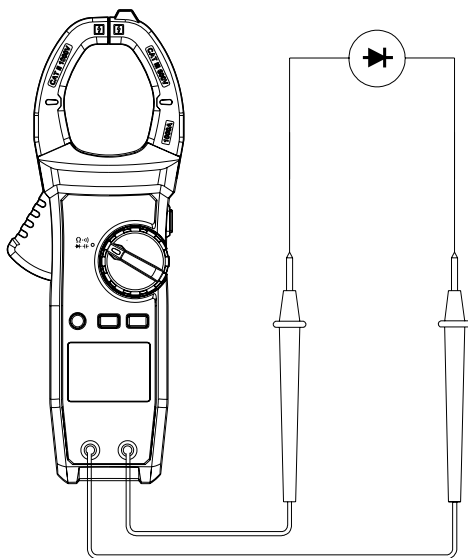

Рис.9 Проверка диода
- 2) Установите переключатель на « \rightarrow »), нажмите SELECT, для выбора режима проверки диода « \rightarrow »). Подсоедините щуп красного тестового провода к аноду (+) проверяемого диода, а черный – к его катоду (-) (см. рис. 9).